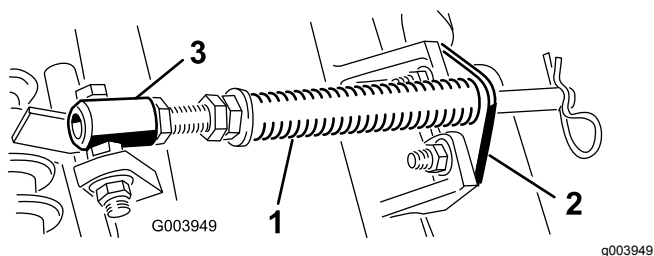

Рисунок 10
- A. Удалите два каретных болта и две гайки, которые крепят кронштейн штока к выступам режущего блока (**Рисунок 10**).
- B. Выверните фланцевую гайку крепления болта трубки пружины к выступу несущей рамы (**Рисунок 10**)